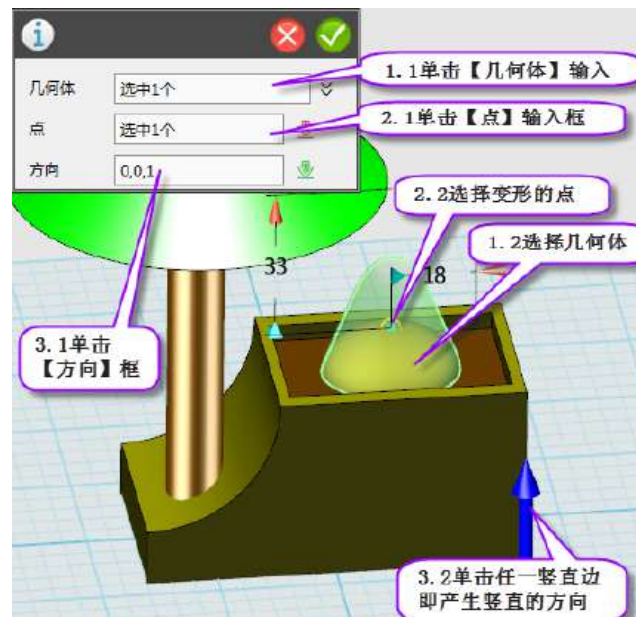

图 19 由指定点变形椭球体
(2) 单击【特征造型】→【由指定点开始变形实体】，按左上角弹出的对话框中的顺序依次单击【几何体】输入框并选择椭球体（见图 19 步骤 1.1、1.2），单击【点】输入框并选择图中步骤 2.2 所指的顶点作为要变形的点，单击【方向】输入框，并选择步实体中的任一竖直边即可自动产生竖直的方向。单击【确定】按钮。